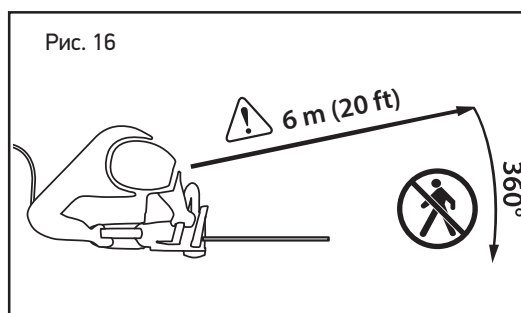

Рис. 16
⚠ ОСТОРОЖНО: перед эксплуатацией данного устройства организуйте зону безопасности стоящих рядом 6 м (20 футов). Зона безопасности стоящих рядом — это окружность радиусом 6 м (20 футов) вокруг оператора, в которой не должно находиться посторонних лиц, детей и животных (Рис. 16). Операции по валке деревьев требуют большей зоны безопасности в соответствии с размером дерева, см. раздел «Валка деревьев».
- Убедитесь, что посторонние лица и помощники находятся на безопасном расстоянии от места падения веток. Посторонние лица и помощники не должны стоять непосредственно перед оператором или за ним. См. Рис. 16.